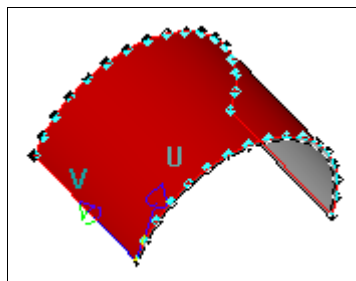

Рис. 30.5. Фантом группы точек по поверхности
- для завершения построения (рис. 30.5) нажмите кнопку **Создать объект**. Сохраните построение под именем **Группа точек по поверхности**.